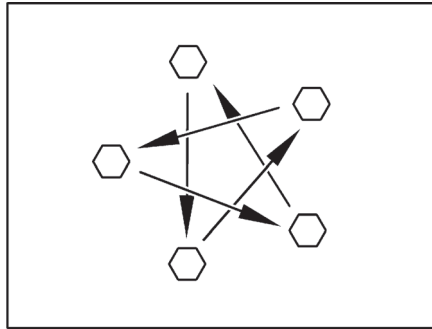

Bild 287 Radmuttern oder Radschrauben über Kreuz anziehen
- Radmuttern oder Radschrauben regelmäßig auf festen Sitz prüfen. Radmuttern oder Radschrauben eines ausgewechselten Rades nach 50 km über Kreuz nachziehen (Bild 287).
- ▷ Radmuttern oder Radschrauben über Kreuz anziehen (Bild 287).